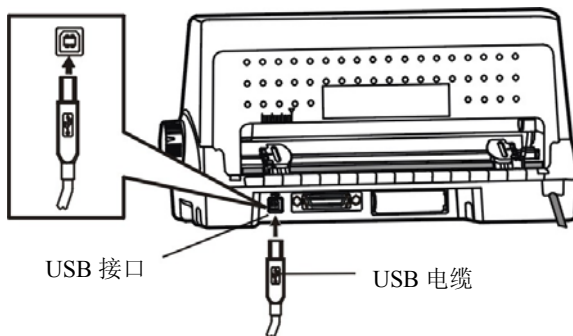
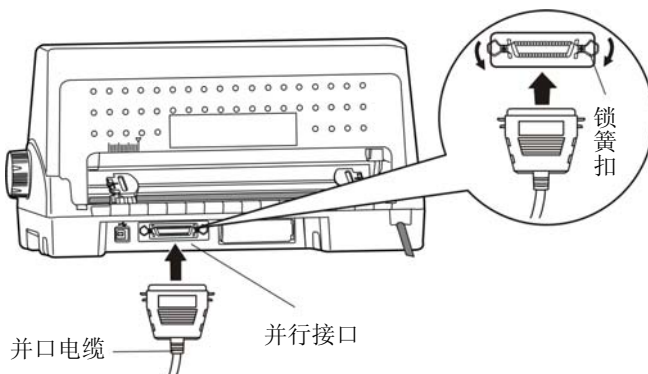
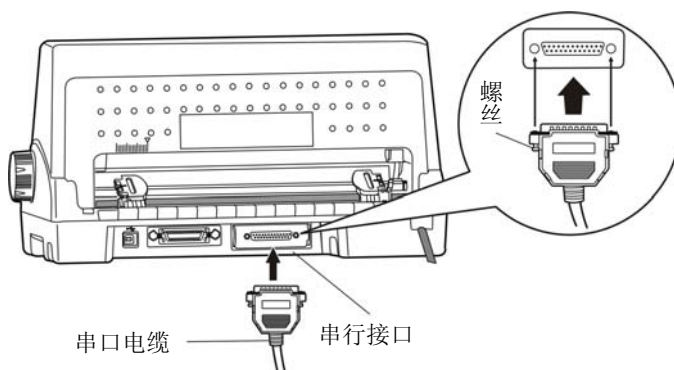
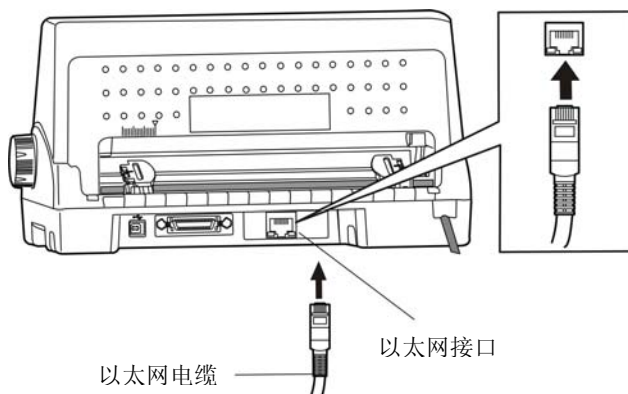

图 2-11 连接 USB 电缆
图 2-12 连接并口电缆
图 2-13 连接串口电缆
图 2-14 连接以太网电缆
本打印机可配 USB 接口、并行接口、串行接口或以太网接口（产品的具体接口配置，以实物为准）。请根据需要，用相应的接口电缆把打印机与计算机相连〔如图 2-11、图 2-12、图 2-13 和图 2-14 所示〕。
1. 将 USB 电缆的 A 端插头（方型）插进打印机的 USB 接口插座中（如图 2-11 所示）。
1. 关闭计算机与打印机的电源，将并口电缆插头连接到打印机的并行接口，扣上连接器两侧的锁簧扣，固定并口电缆（如图 2-12 所示）。
1. 关闭计算机与打印机的电源，将串口电缆插头连接到打印机的串行接口，拧紧两侧的螺丝，固定串口电缆（如图 2-13 所示）。
将以太网电缆的 RJ-45 水晶插头一端插进打印机的以太网接口插座中，另一端插头连接到局域网的接入端（如图 2-14 所示）。